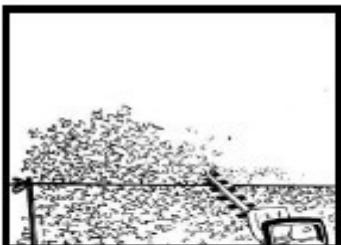

Рис.13
- Для обеспечения надлежащего уровня стрижки, рекомендуется натянуть направляющую линию или нитку вдоль изгороди. Обрезайте все ветки над направляющей линией (Рис.13, 13a).